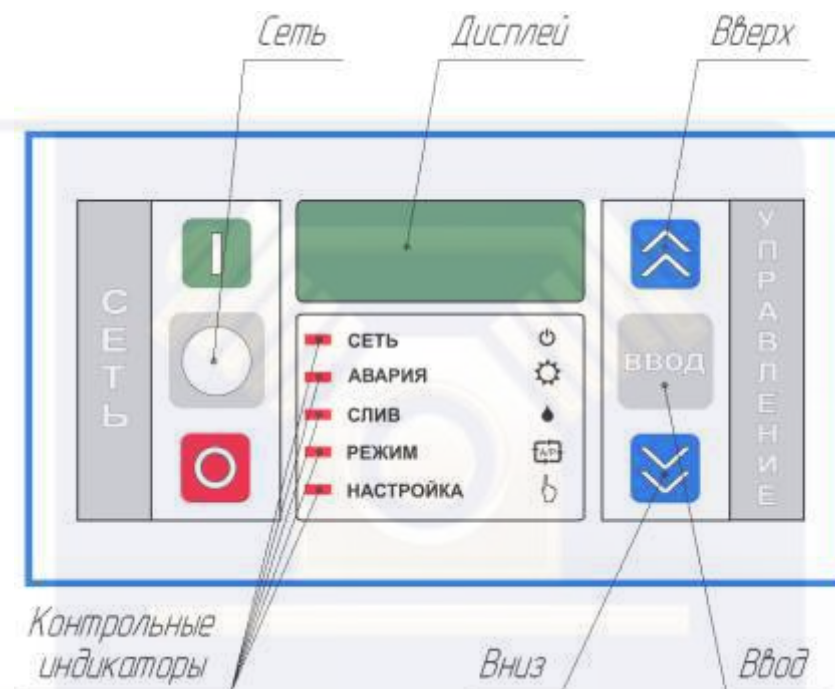

Рисунок 6 Панель блока управления
4.7 Контроль за работой осушителя воздуха осуществляется блоком управления. Блок управления имеет четырехрядный светодиодный дисплей, четыре кнопки управления («СЕТЬ», «ВВОД», «ВВЕРХ», «ВНИЗ») и пять контрольных индикаторов («СЕТЬ», «АВАРИЯ», «СЛИВ», «РЕЖИМ», «НАСТРОЙКА») (Рис. 6)